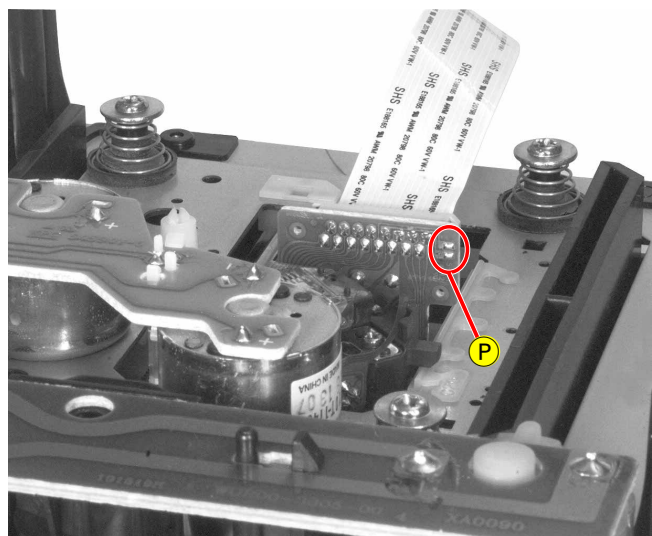

Fig. 13
- Vor Abziehen der Flexprintleitung zum Pickup Sicherheitslötstelle **P** (Fig. 13) kurzschließen.
- Short circuit the safety solder points **P** (Fig. 13) before disconnecting the flexprint to the pickup.